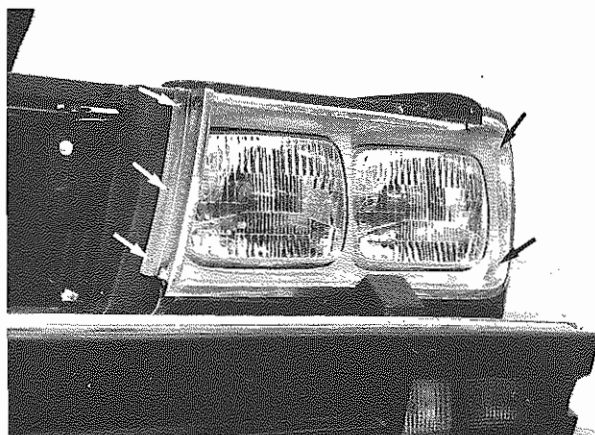

Fig. 14 - Viti di fissaggio cornice inferiore
- Allentare ed estrarre le viti di **Fig. 14** e smontare la cornice cromata inferiore.
- Loosen and remove screws of **Fig. 14**, remove lower rim.